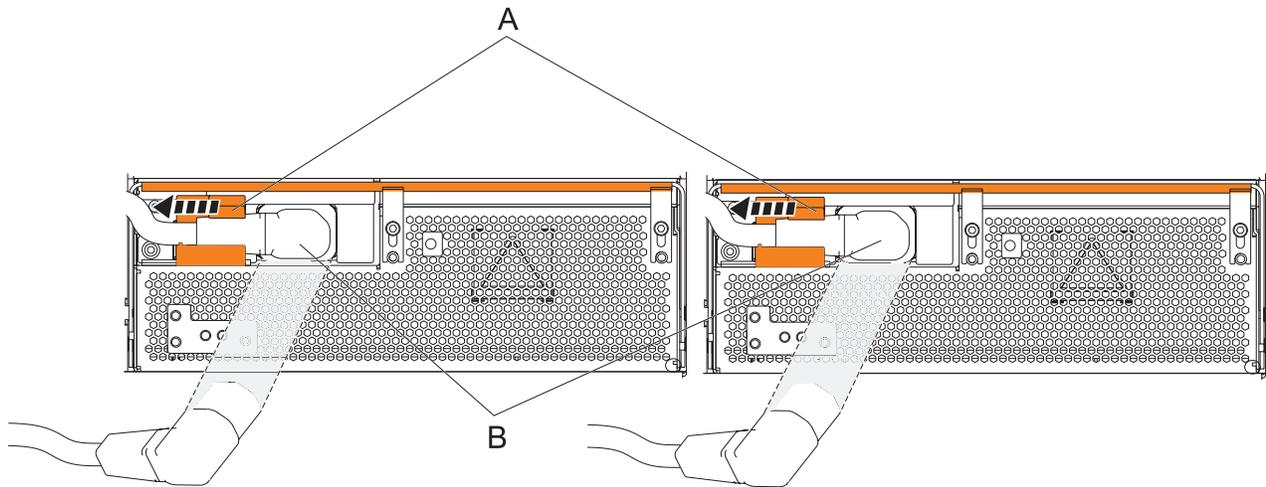

Abbildung 54. OCA-Netzkabel trennen
- a. Schieben Sie die Netzkabelhalter (**A**) an der Vorderseite der beiden OCAs nach links. Siehe Abb. 54 auf Seite 72.